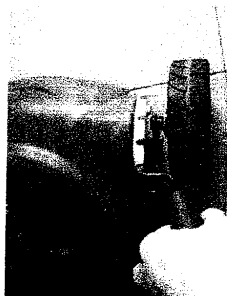

Fig. 9
3. Om de maaihogte te wijzigen, drukt u de verstellhendel naar het wiel toe en beweegt u hem naar boven of naar beneden naar de inkeping die overeenkomt met de gewenste hoogte. (Fig. 9). Alle wielen staan altijd op dezelfde maaihogte.